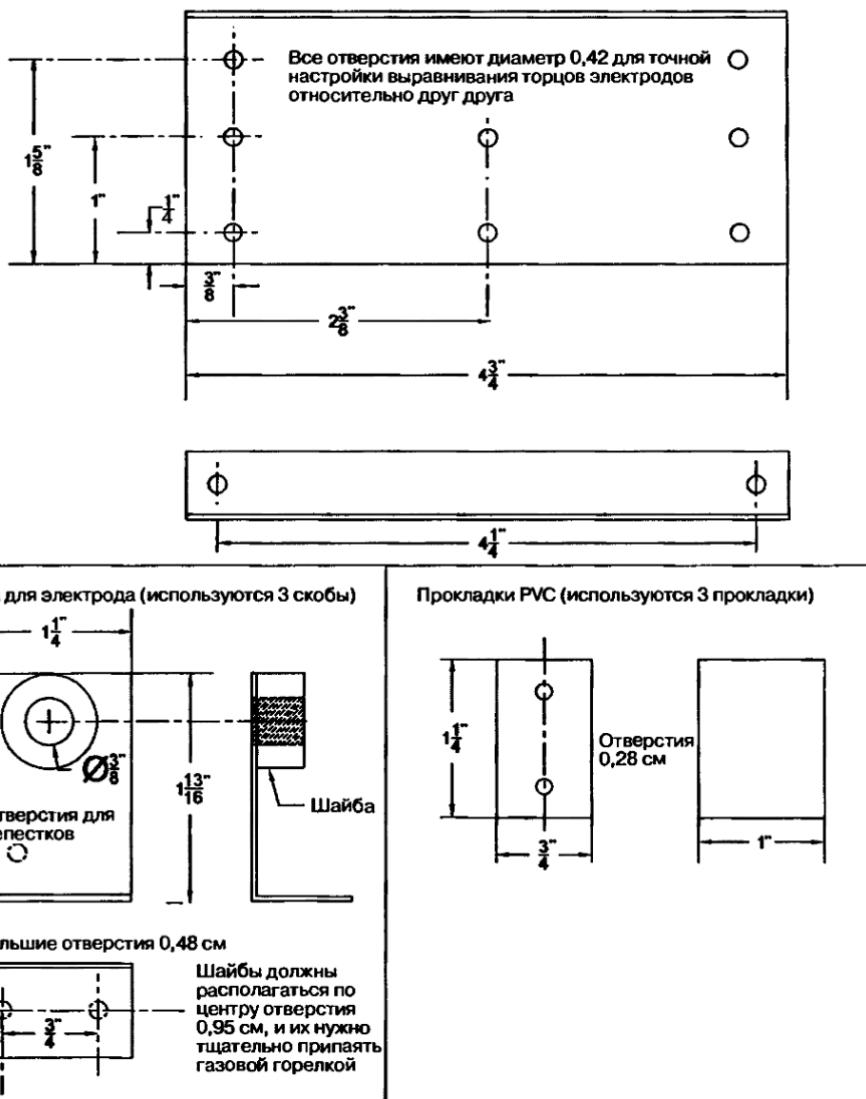

Рис. 18.7. Изготовление искрового разрядника
6. Изготовьте пластиковые детали PRIBKT в соответствии с рис. 18.6 (нужны четыре детали). Имейте в виду, что расположение отверстий на этих деталях должно быть выполнено точно так, как показано. Изготовьте детали искрового разрядника, как показано на рис. 18.7. Обратите также внимание на вид сверху и спереди искрового разрядника (рис. 18.6 и 18.8).
Изготовьте и проверьте детали в соответствии с рис. 18.7